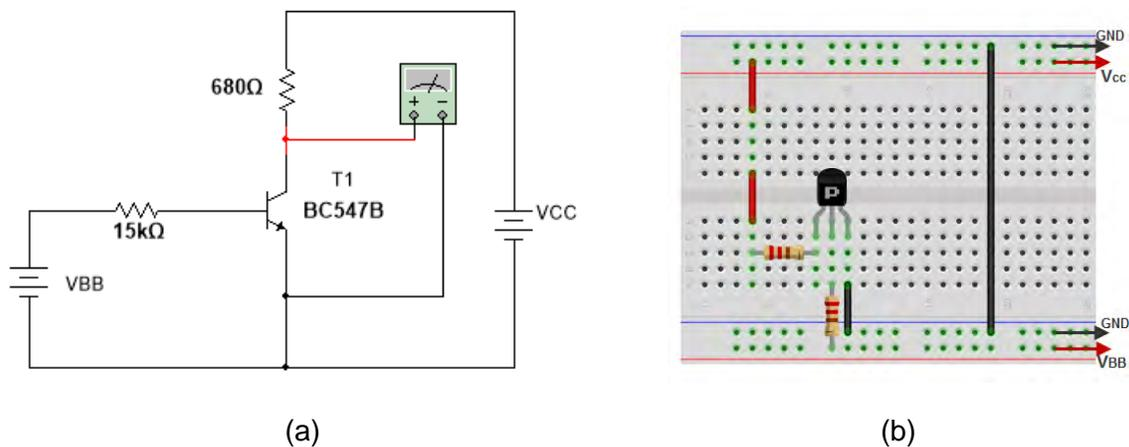

Figura 4.9. Circuito del experimento 1. (a) Diagrama eléctrico. (b) Circuito en una protoboard.
- 1.1 Alambre el circuito de la figura 4.9, use el canal 1 de la fuente para polarizar el V_{CC} a 10 V.